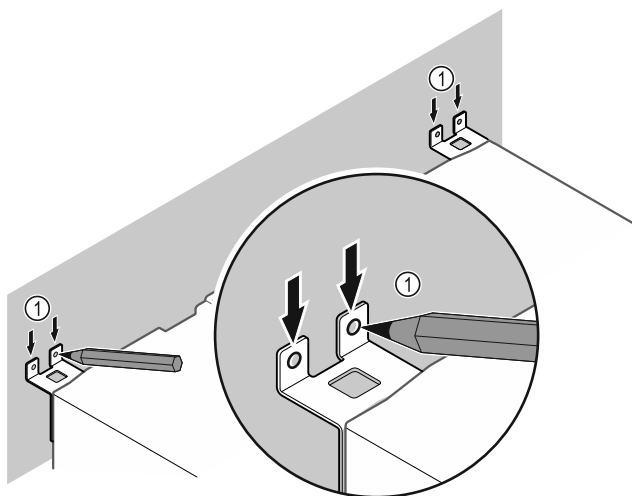

Fig. 11
- Markeringen op de wand aanbrengen Fig. 11 (1).